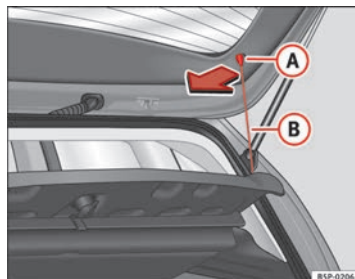

Fig. 122 Bandeja portaobjetos
- Desenganche los tirantes ⇒ fig. 122 B de los alojamientos A.